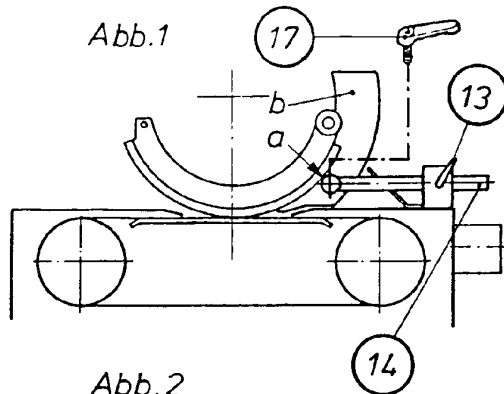

Abb.2
Schleifband (4) am Hauptschalter (10) einschalten und Bremsbacken nach Abb. 2 am Steg aufnehmen.